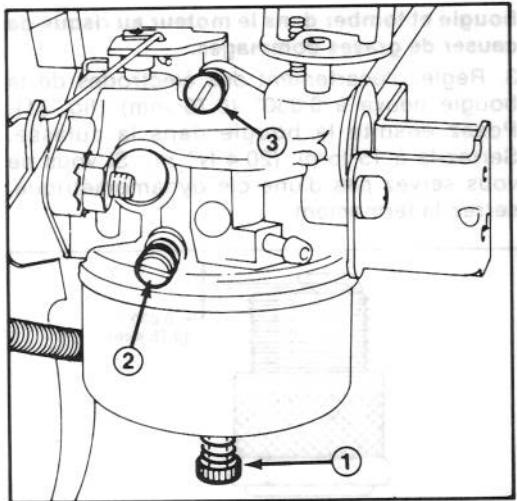

Figure 32
2. Vis de réglage de la puissance (Fig. 32). — Fermez la vis en la vissant délicatement à droite jusqu'à ce que vous sentiez une légère résistance quand le pointeau touchera son siège. Ramenez alors la vis d'un tour complet de 360°, en tournant à gauche.
3. Vis de réglage du mélange de ralenti (Fig. 32) — Fermez la vis en la tournant délicatement à droite jusqu'à ce que vous sentiez une légère résistance quand le pointeau touchera son siège. Ramenez alors la vis de 1-1/2 tour complet en tournant à gauche.
5. Serrez la vis de réglage de puissance (Fig. 32) en tournant à droite de 1/8 tour à la fois, jusqu'à ce que le moteur ait des ratés à cause de la pauvreté du mélange d'essence. Tournez alors la vis à gauche de 1/8 tour à la fois jusqu'à ce que le moteur tourne de façon irrégulière par suite de mélange d'essence trop riche. Ramenez alors la vis à mi chemin entre les deux points de mélange trop riche et de
6. Ramenez la commande des gaz à la vitesse de ralenti. Serrez alors la vis de réglage de vitesse de ralenti (Fig. 32) jusqu'à ce que le moteur tourne au ralenti accéléré, soit environ 1750 tours/minute.
7. Serrez la vis de réglage du mélange de ralenti (Fig. 32) en tournant à droite de 1/8 tour à la fois jusqu'à ce que le moteur ait des ratés à cause de la pauvreté du mélange d'essence. Desserrez alors la vis en tournant à gauche 1/8 tour à la fois jusqu'à ce que le moteur commence à marcher de façon irrégulière à cause du mélange d'essence trop riche. Ramenez alors la vis de mélange de ralenti à mi chemin entre les deux points de mélange trop riche et de mélange trop pauvre.
8. Ramenez alors le réglage de la vitesse de ralenti (Fig. 32) jusqu'à ce que le moteur tourne au ralenti à 1750 tours/minute.